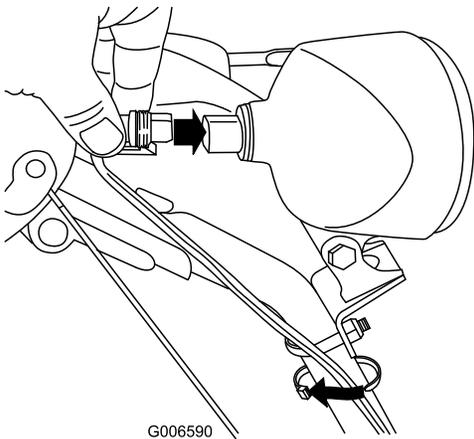

Figura 66
6. Inserite il connettore del cavo nel retro del faro, finché non è saldo (Figura 66).